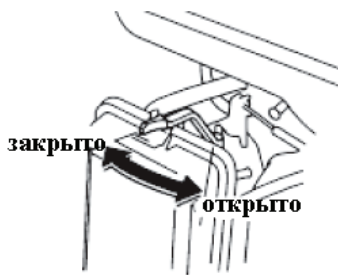

Рис.6. Положение рычага воздушной заслонки
7.4.2. Закрыть воздушную заслонку карбюратора, переведя рычаг воздушной заслонки в крайнее левое положение «закрыто», см.рис.6.